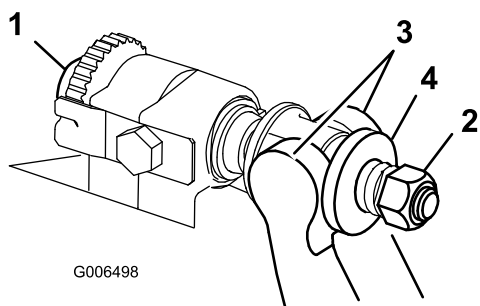

Figura 23
1. Gire los tornillos de ajuste de la barra de asiento en sentido antihorario para alejar la contracuchilla del molinete (Figura 23).
- Afloje la tuerca de tensado del muelle hasta que el muelle deje de presionar la arandela contra la barra de asiento (Figura 23).